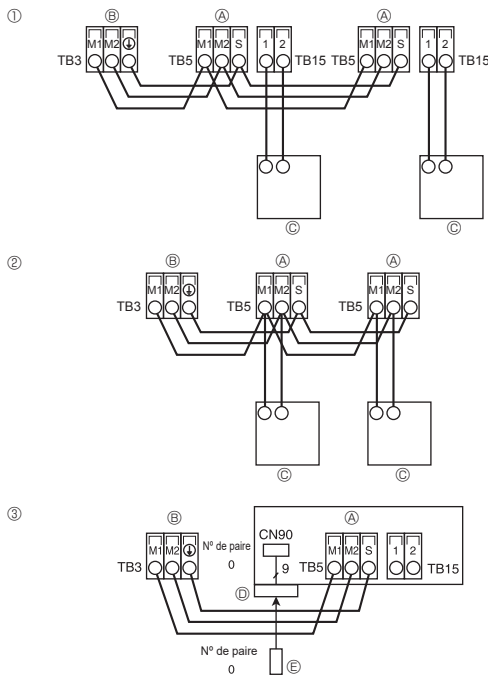

Fig. 5-5
5.4. Raccordement des câbles de la commande à distance et des câbles de transmission intérieurs et extérieurs (Fig. 5-5)